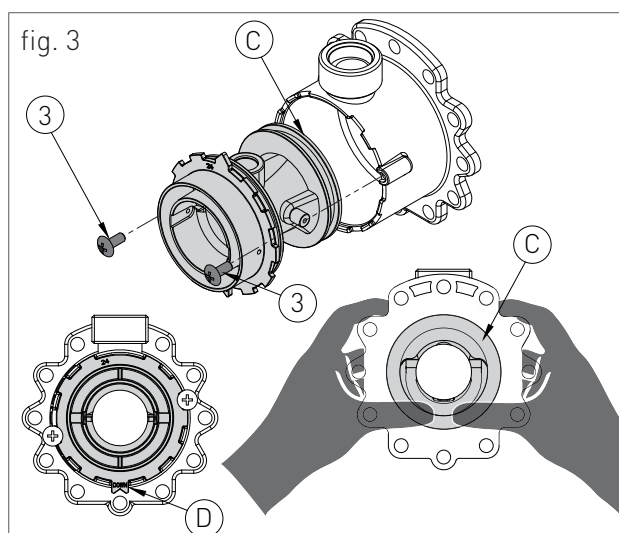

fig. 3
- › svitare le due viti '3' (fig.3) e fare pressione sul lato posteriore del venturi 'C' (fig.3);
- › sostituire il venturi con quello adatto al tipo di gas di rete (cod. 30-00201 per GPL) e assicurarsi che l'orientamento del dente 'D' (fig.3) sia verso il basso sul corpo in alluminio (vedi fig.3);